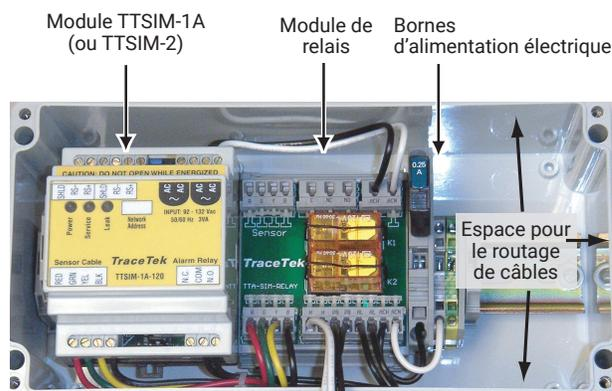

Figure 2. Emplacements d'entrées de câblage
- Prévoyez l'alignement du câble/conduit et percez les trous nécessaires. Les entrées de câbles devront toutes être situées dans l'espace libre sur le côté droit du module TTA-SIM (voir Figure 2). Une installation typique nécessitera des trous supplémentaires pour s'adapter aux câblages suivants: